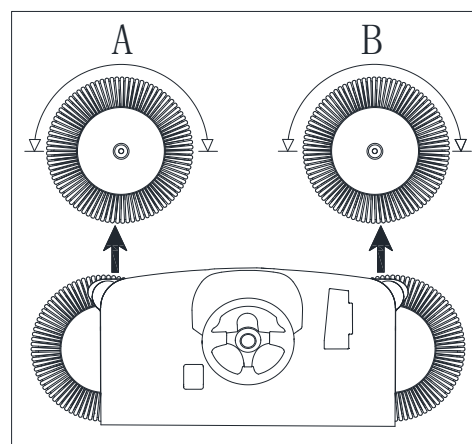
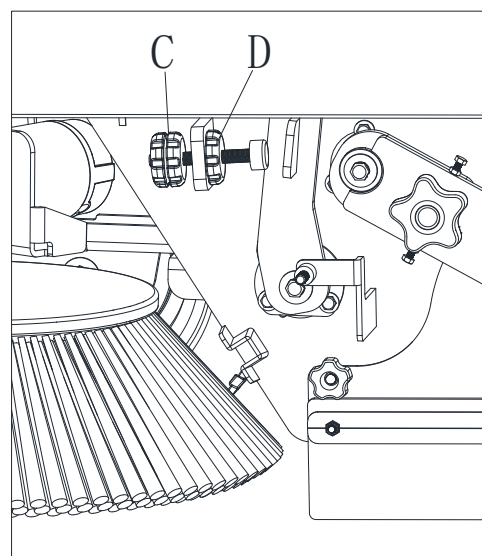

Figura 28
Figura 29
- Controle que as marcas deixadas pela escova lateral corresponda ao mostrado na figura (A e B, Figura 28).
5. Ajuste o regulador da escova lateral (C, Figura 29) até obter a marca adequada (A e B, Figura 28). Em seguida, aperte o regulador com a porca com olhal (D, Figura 29).